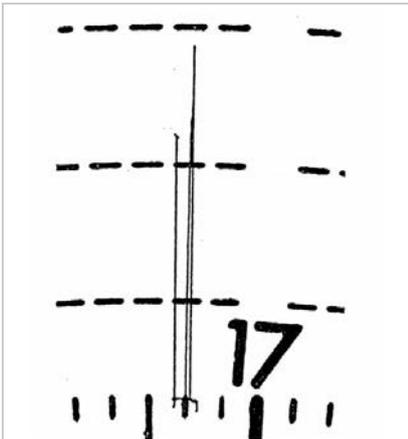

Abb. 68: Unterbrechung der Impulsgeberleitung während der Fahrt
2. Zeitloser Geschwindigkeitsabfall beim Pausenbeginn und zeitloser Anstieg am Ende der Pause, siehe Abb. 68.